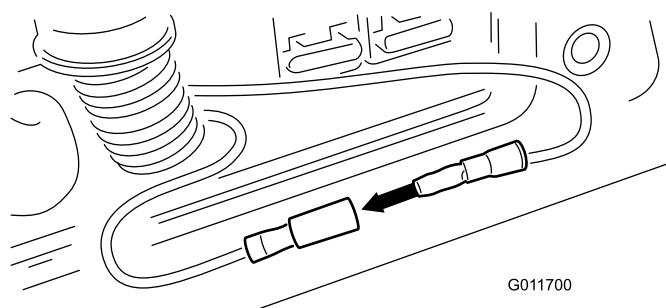

Figure 59
- Coupez le contact, retirez le capuchon des câbles et connectez les câbles ensemble (**Figure 59**).